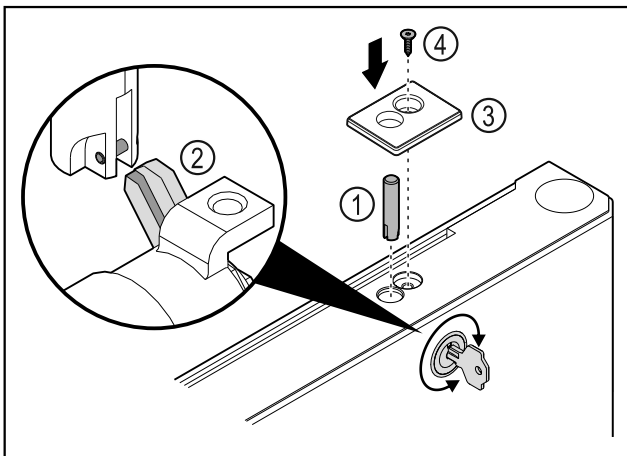

Fig. 46
- ▶ Helyezze be a zár csapot Fig. 46 (1).
- ▶ Forgassa el kissé a zárat, hogy a zár csap Fig. 46 (2) berendezelődjön a záron lévő nyílásba.
- ▶ Helyezze be a fedelet Fig. 46 (3).
- ▶ Helyezze be a csavart Fig. 46 (4).